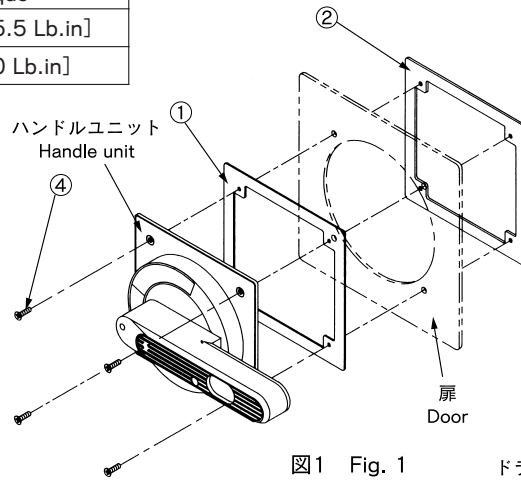
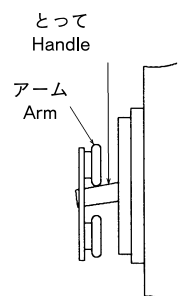
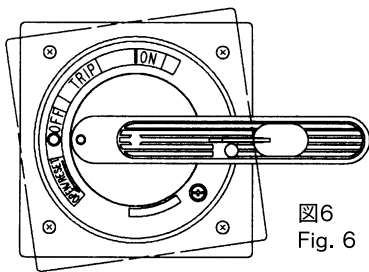

図1 Fig. 1
図5 Fig. 5
図6 Fig. 6
- ・FAB、ELBをOFF状態にしてください。FAB、ELBのにとってとVハンドルアームが噛み合うように組合せてください。(図5)
- Turn off FAB or ELB and make the handle of FAB or ELB engage with the arm of the mechanism in Fig. 5.
- (4) Mounting the handle unit
- Put the handle unit, packing, and retainer in front of and behind the door panel and tighten the screws temporarily as shown in Fig. 1. Adjust the position of the handle unit so that it does not tilt against the breaker. (Fig. 6)
- (4) ハンドルユニットの取付け
- ・ハンドルユニット、パッキン、止め金を図1のように扉を挟んでハンドルユニットが動く程度に仮締めしてください。ハンドルユニットは、ブレーカに対し傾きの無いように調整してください。(図6)